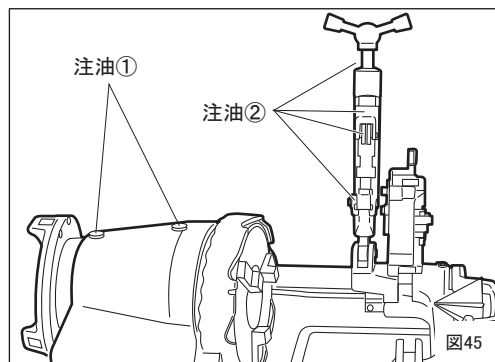

図45
1. 注油（図45）
①主軸軸受の注油
1か月に1度程度、スピンドル油またはマシン油を主軸部に注油してください。（図45 ①）
②パイプカッターの注油
ねじ部、ローラ軸、刃など、可動部にはご使用毎に注油してください。（図45 ②）